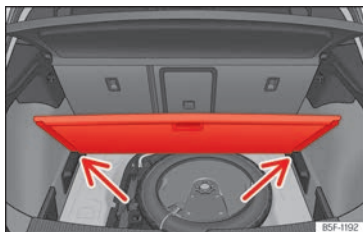

Abb. 189 Variabler Gepäckraumboden: geneigte Stellung.
- Legen Sie den Gepäckraumboden auf die dafür vorgesehenen Aufnahmen **»» (Abb. 189)** (Pfeile).